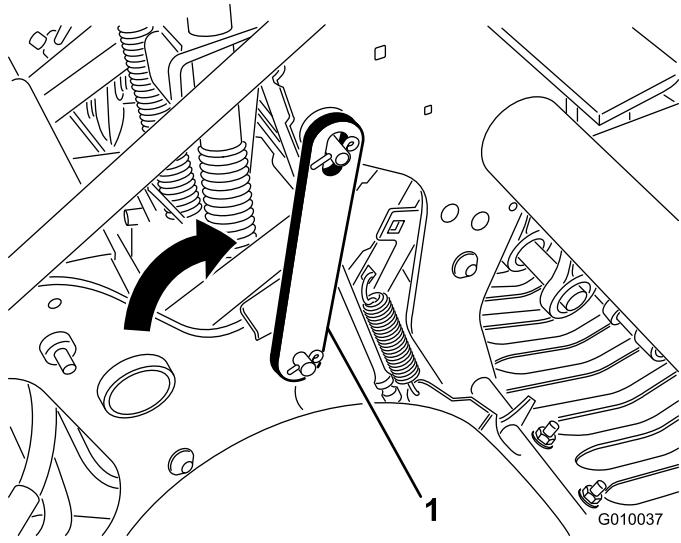

図 21
- ラッチを後ろ向きに回転させて、コアリングヘッドのピンにはめ込む（図 21）。クリップリングで固定する。